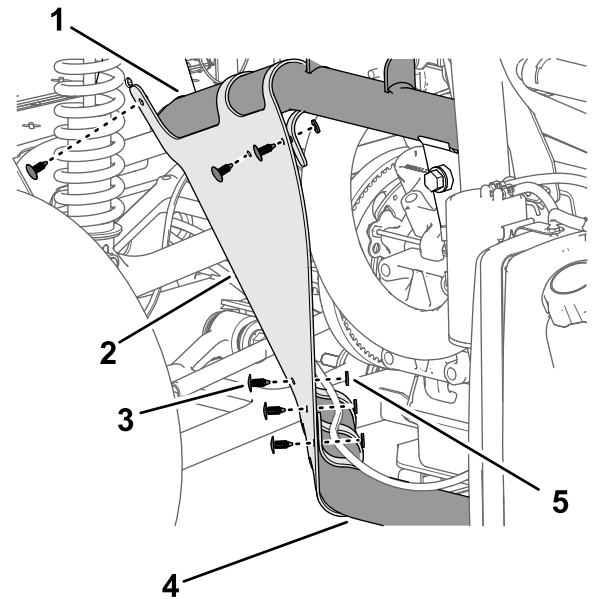

图216
2. 用6个压入式紧固件将内挡泥板罩固定到机架管上 图216。
3. 如 图216 所示将挡泥板中的孔与机器机架中的孔对齐。